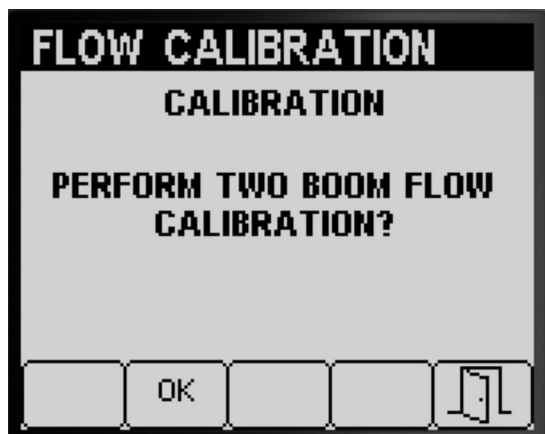

Figura 58
Se concluiu a calibração das 3 secções do pulverizador, o InfoCenter alerta para a calibração de 2 secções do pulverizador (Figura 58); efetue uma das seguintes:
- Se não precisar de efetuar a calibração de 2 secções do pulverizador, prima o botão 5 para voltar ao ecrã Calibrar (Figura 58).